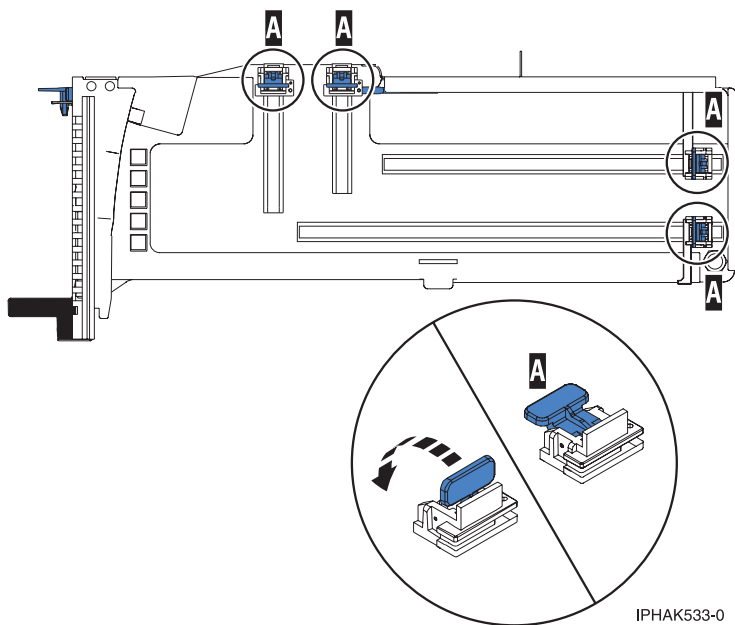

Abbildung 68. Adapterhalterungen in einer Kassette
- a. Stellen Sie sicher, dass alle Adapterhalterungen nach außen zu den Kanten der Kassette gedrückt wurden, damit der Adapter installiert werden kann. Siehe Abb. 68 auf Seite 66.